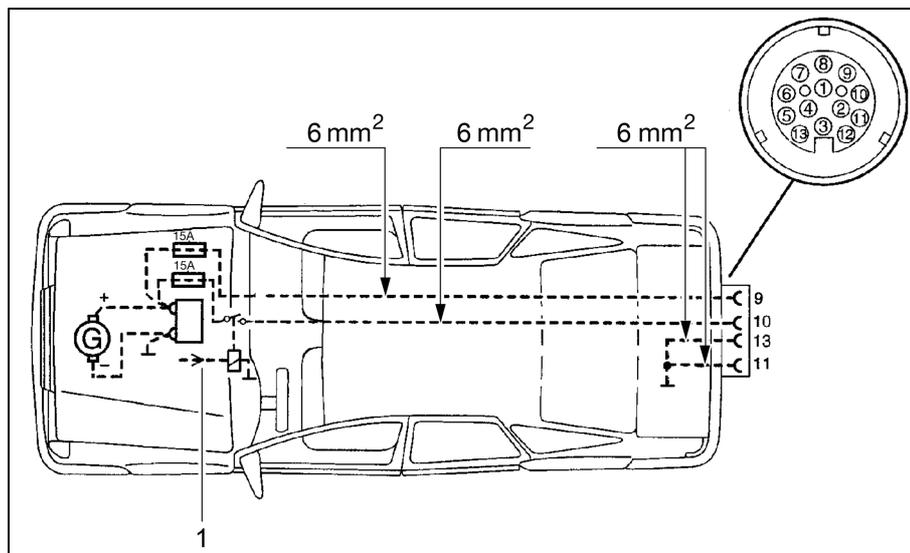

Fig. 105 Schema di installazione per veicolo trainante
- ▷ Attrezzare la motrice con le sezioni di cavo relative e con un relai per l'alimentazione elettrica (comandata tramite accensione) (vedi Fig. 105).